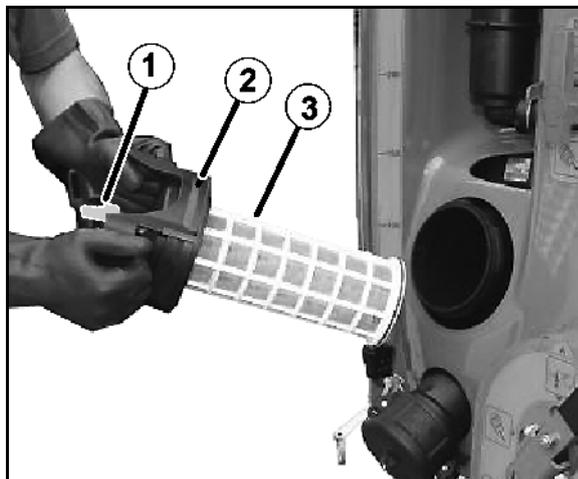

Fig. 117
5. Soltar a tampa do filtro de aspiração (Fig. 117/2).
6. Acionar a válvula de descarga no filtro de aspiração (Fig. 117/1).
7. Retirar a tampa com filtro de aspiração (Fig. 117/3) e limpá-la com água.